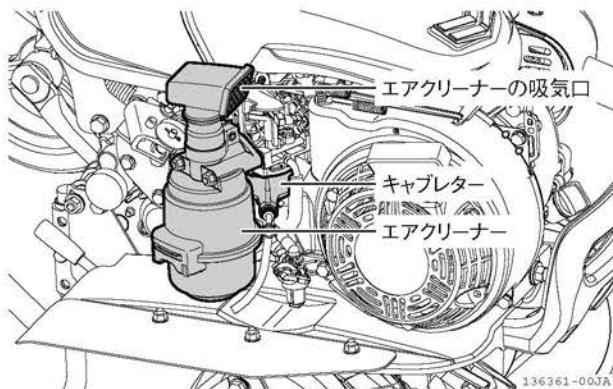

図 4-2 お手入れのしかた
- 水洗いするときは、エアクリーナーの吸気口やキャブレターに高圧の水が直接かかるないようにしてください。(図 4-2)
- リコイルスター部の吸気口に付いたごみは、きれいに掃除してください。エンジンの出力低下や破損の原因になります。(図 4-2)